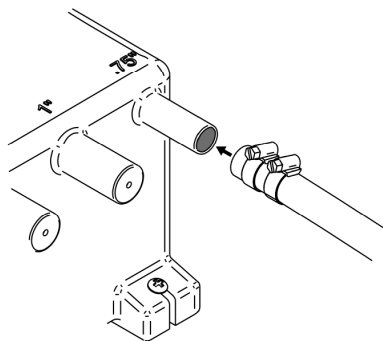

Fig. 7 Säkrande av slang till tankport
- Fig. 7 Säkrande av slangen till tankporten
**Step 3:** Säkra alla slangar på valda portar med hjälp av lämpliga slangklämmor, se bild 7. Kontrollera att det inte finns läckor. Dra inte åt slangklämmorna alltför hårt.